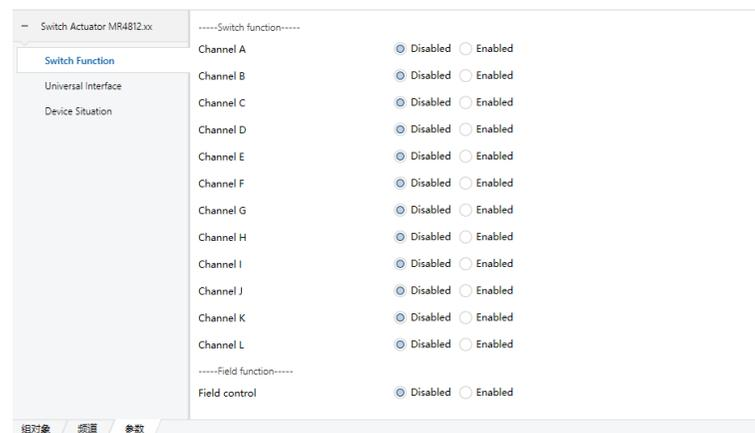

图 6.1.1
1) 在 ETS5 中打开 20A 系列开关执行模块参数设置界面，如图 6.1.1 所示。参数“Channel X”表示相应通道的输出。参数“Field control”表示现场控制功能，当发送“off”命令时，保存各通道继电器状态并关闭，发送“on”命令时，调用上一次保存的继电器状态。（注意：不能连续两次发送“off”命令，因为第一次发送“off”命令时，保存了当前的状态，但第二次发送“off”命令时，就会保存了第一次发送“off”命令后的全关状态，覆盖了第一次保存的现场的状态）。